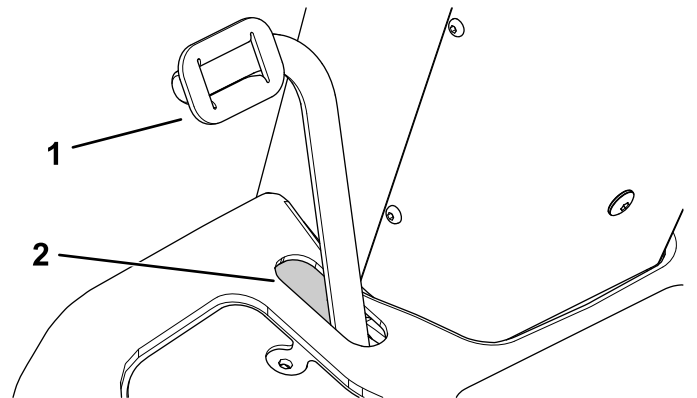

Bild 86
1. Treten Sie das Bremspedal durch, um zu prüfen, ob der Abstand am vorderen Ende des Schlitzes ausreicht (**Bild 86**).